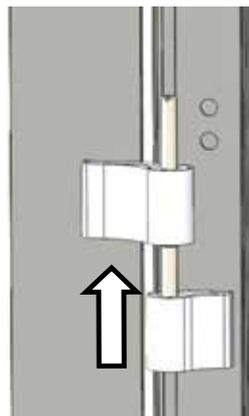

Рис. 18
12. Снять полотно двери вместе со створными полупетлями (Рис. 18).